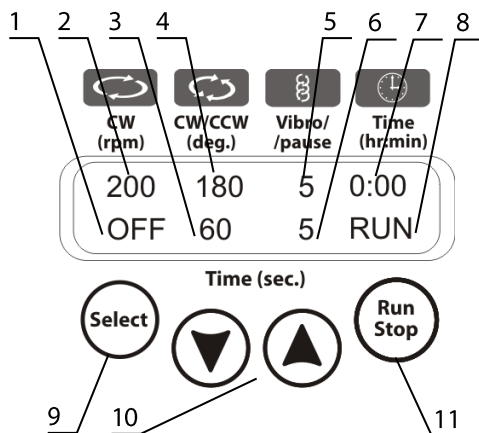

Рисунок 3. Панель управления
- В верхнем ряду: скорость перемешивания (рис. 3/2), угол поворота (рис. 3/4), угол вибродвижения (рис. 3/5), общий таймер (рис. 3/7);
- В нижнем ряду: таймеры перемешивания, возвратно-поступательного и вибродвижения (рис. 3/1, 3/3 и 3/6), статус (STOP, рис. 3/8).
- 5.5. Нажмите кнопку **Run Stop** (рис. 3/11) для запуска программы.
- 5.6. Начнется движение перемешивающего элемента, на дисплее появится соответствующая индикация RUN (рис. 3/8) и отсчет времени (рис. 3/1, 3/3, 3/6 и 3/7).
- 5.7. Если общий таймер установлен на 0:00 (рис. 3/2), то нажатие кнопки **Run Stop** переводит прибор в непрерывный режим работы до повторного нажатия этой кнопки.
- 5.8. Если общий таймер установлен на другое время, то по его окончании перемешивание прекращается. Дисплей отображает мигающую индикацию STOP (рис. 3/8), прибор издает звуковой сигнал. Для отключения сигнала нажмите кнопку **Run Stop**.